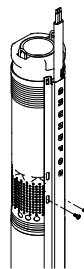

Fig. 10
3. Fastgør kabelbeskytteren til pumpe ns indløbsi med de to medleverede selvskærende skruer. Se fig. 10.